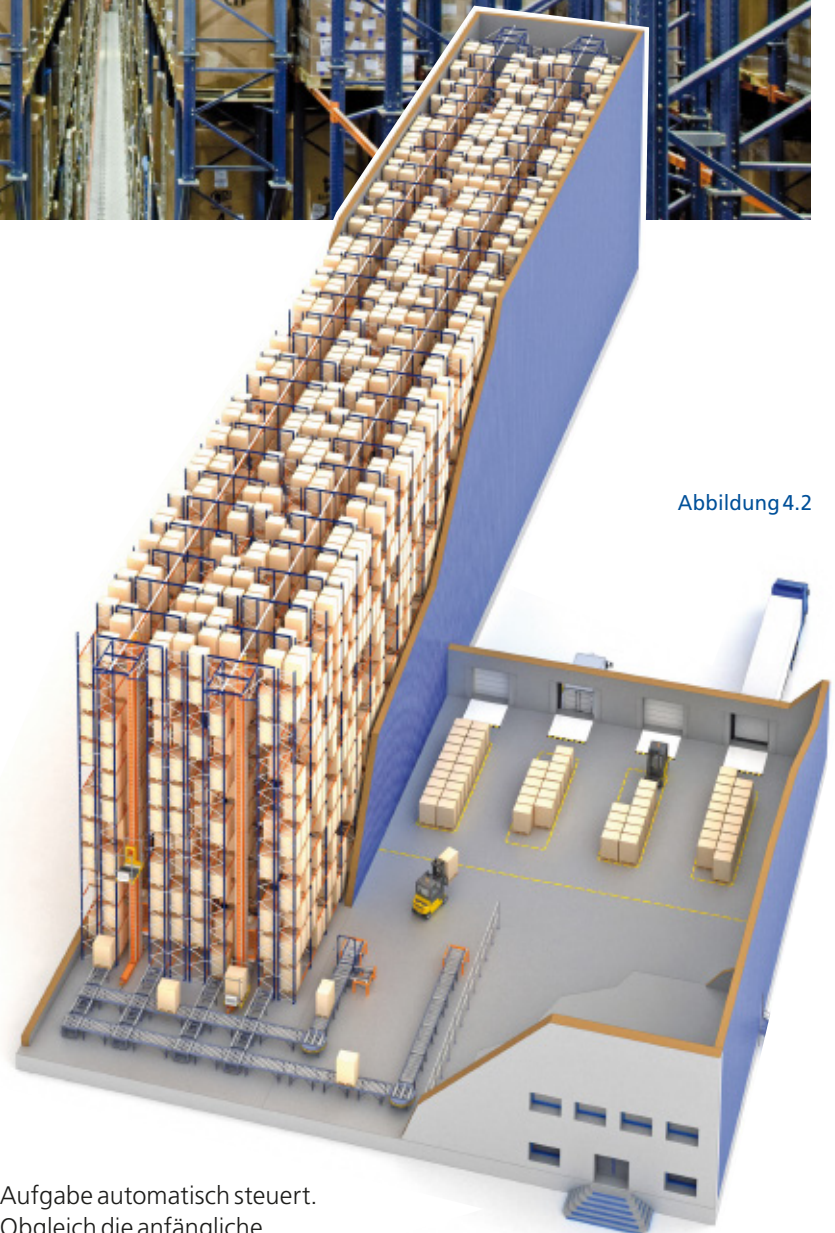

Abbildung 4.2
- ✓ Andererseits wird mit Regalen mit doppelter Tiefe (Abbildung 4.2) eine **erhebliche Kapazitätssteigerung** erreicht, da die Anzahl der Gänge und damit der Regalbediengerät verringert wird. Dies führt auch zu einer Verringerung der anfänglichen Investition im Vergleich zu einer Lösung mit einfacher Tiefe.